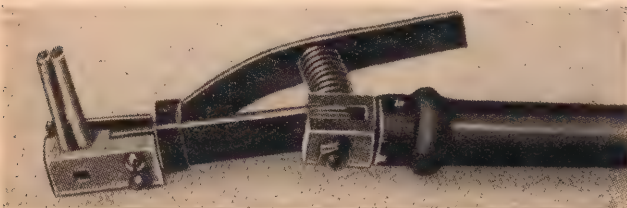

Bild 2. Bündelelektrodenhalter (VEB Stahl- und Walzwerk Hennigsdorf)
- a) Bündelzangen entwickelt wurden (Bild 2), oder
Bild 2 zeigt, wie der Grundbaustein einer anderen Faser der Polyakrylnitrilfaser ebenfalls durch einen Polymerisationsvorgang zu längen, kettenförmigen Verbindungen umgewandelt wird, um dann aus der Lösung versponnen zu werden. Diese Polymerisate werden nun nach drei verschiedenen Methoden versponnen. Man kann zunächst durch Erhitzen auf entsprechend hohe Temperatur eine Schmelze herstellen, diese Schmelze durch feine Düsen pressen, abkühlen und sie damit wieder in Faserform in den festen Zustand überführen. Danach folgt dann ein Prozeß, in dem die Faser um das Mehrfache ihrer eigenen Länge verstreckt wird und damit gute textile Eigenschaften erhält. Es gibt aber eine Reihe von Ver-